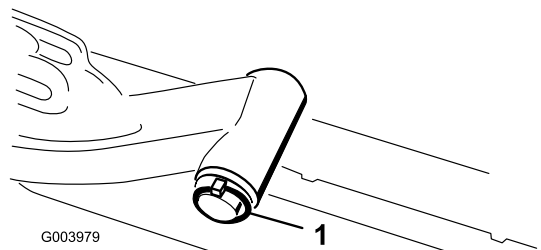

Figura 9
- A. Retire el pasador de seguridad y la arandela que fijan el eje pivotante del brazo de elevación al brazo de elevación, y deslice el eje pivotante fuera del brazo de elevación (Figura 9).
C. Introduzca el eje del brazo de elevación en el brazo de elevación y fíjelo con la arandela y el pasador de seguridad (Figura 9).